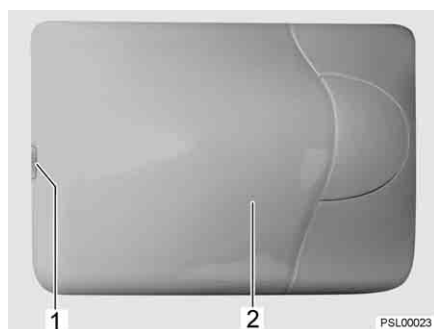

Fig. 86 Plafoniera
- Sollevare e rimuovere con precauzione la copertura (Fig. 86,2) con l'ausilio di un utensile appropriato (p. es. un cacciavite) agendo sull'intaglio (Fig. 86,1).